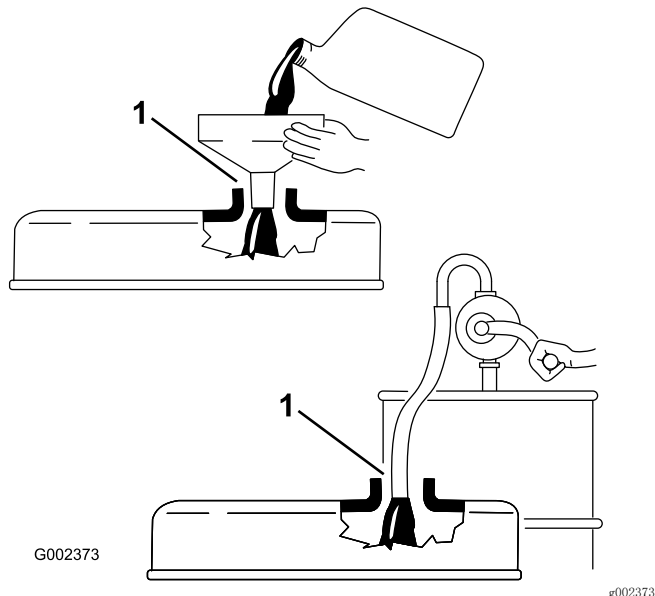

图22
**重要事项：** 添加机油时取出量油尺。当添加机油或注油时、注油设备与气门室盖内的注油孔之间必须有空隙、如图22所示。此空隙是注油时准许通风所必需的、可以防止油溢入通气孔。